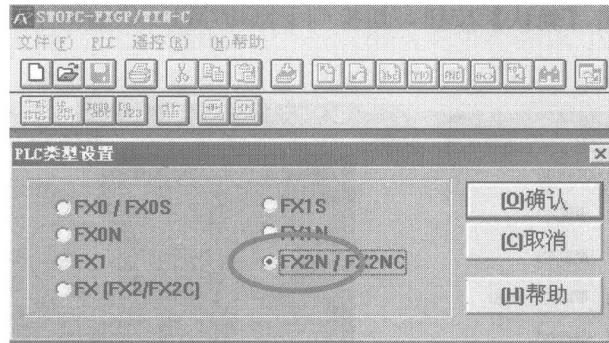

图 2-5 PLC 类型设置窗口
(1) 单击【新文件】命令后，弹出 PLC 类型设置窗口，如图 2-5 所示。
(2) 根据所用机型选择 PLC 类型，本书中以 FX_{2N} 为主要机型进行讲解，